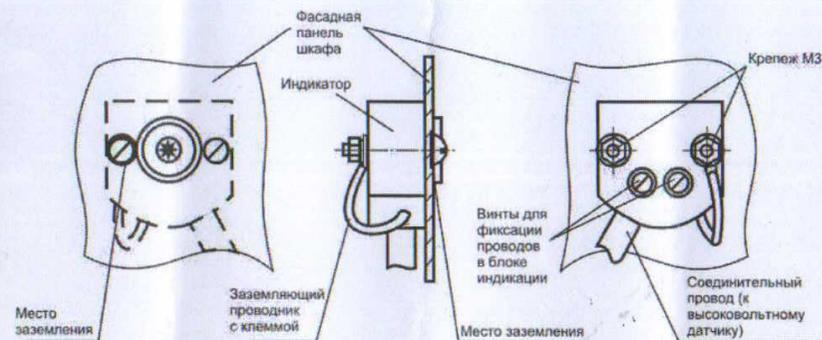

Рис. 2 Блок индикации.
- блоки индикации в количестве 3 шт. (рис.2).
Блоки индикации (рис.2) содержат световые элементы газоразрядного типа.